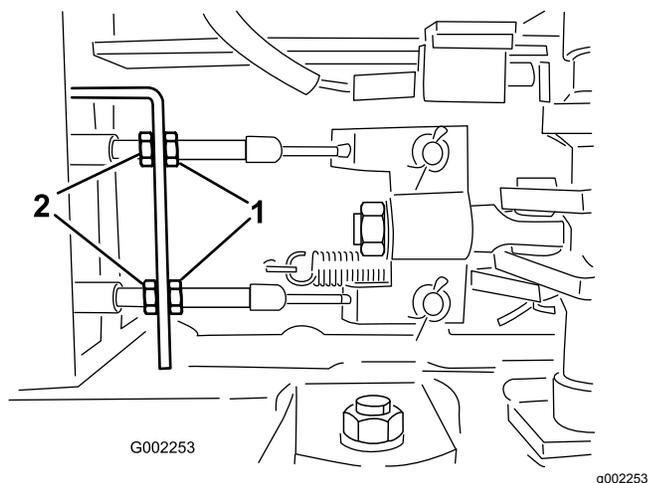

Рисунок 87
5. Ослабьте передние гайки на тормозных тросах под передним концом опрыскивателя (Рисунок 87).
6. Равномерно затягивайте задние гайки до тех пор, пока педаль тормоза не будет перемещаться в пределах от 1 до 2 см до ощущения сопротивления (Рисунок 87).